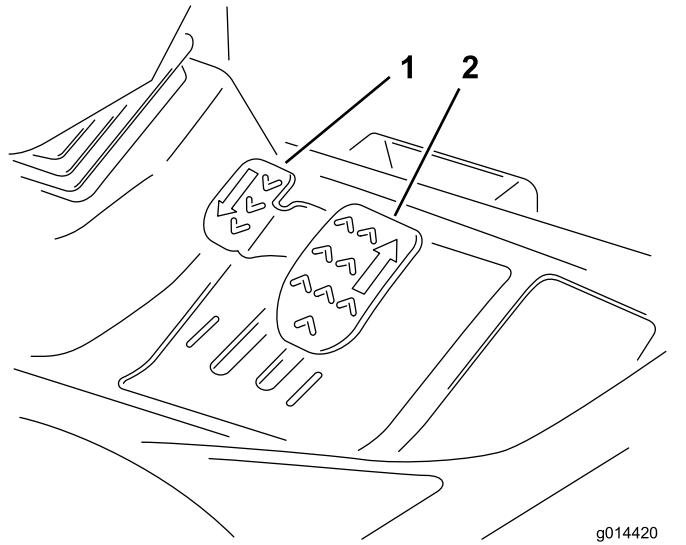

Figura 7
**Trazione di avanzamento:** Premete il pedale di trazione di avanzamento per guidare la macchina in avanti e aumentare la velocità al suolo. Lasciate andare il pedale per ridurre la velocità al suolo (Figura 7).
**Trazione di retromarcia:** Premete il pedale di trazione di retromarcia per guidare la macchina verso dietro e aumentare la velocità al suolo. Lasciate andare il pedale per ridurre la velocità al suolo (Figura 7).